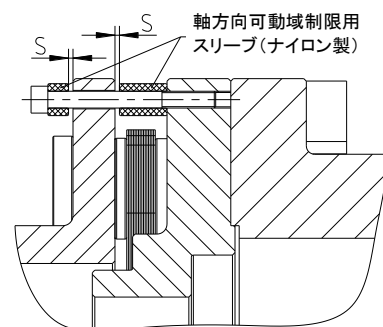

図 9: 軸方向可動域制限用スリーブとボルト
- スペーサーの取付け完了後に軸方向可動域制限用スリーブとボルトを再度取付けて下さい。（図 9 をご参照）